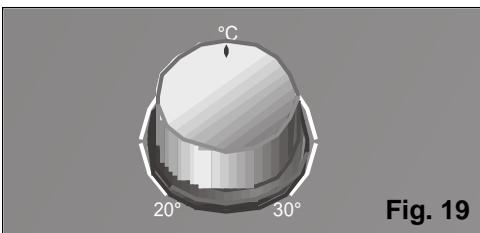

Fig. 19
- Collocare il termostato sulla temperatura desiderata **Fig. 19**. Se l'apparecchio si spegne automaticamente perché la camera ha raggiunto la temperatura selezionata, si dovrà aspettare che la temperatura ambiente aumenti 2-3°C perché riprenda il suo funzionamento.